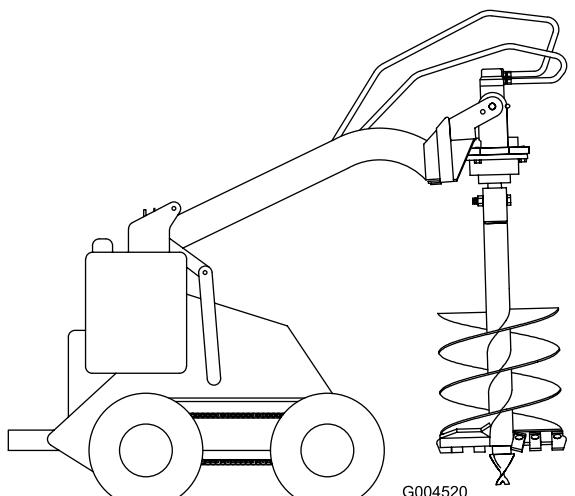

Рисунок 9
13. Приподнимите шнек с земли (Рисунок 9).
- Установив шнек в вертикальное положение, наклоните пластины навесного оборудования назад, до контакта приводной головки с пластиной навесного оборудования, чтобы стабилизировать шнек и предотвратить его свободное раскачивание (Рисунок 9).
- Поднимите шнек так, чтобы он не касался земли и находился в вертикальном положении (Рисунок 9).